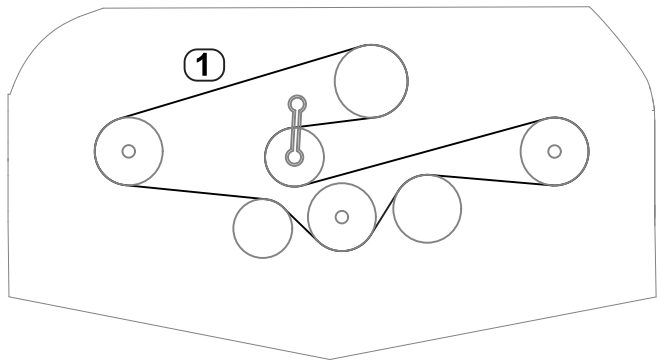

Рисунок 29
5. Удерживая натяжной ролик с помощью динамометрического ключа или аналогичного инструмента, проложите новый ремень вокруг шкивов шпинделей и натяжного ролика в сборе, как показано на Рисунок 29.